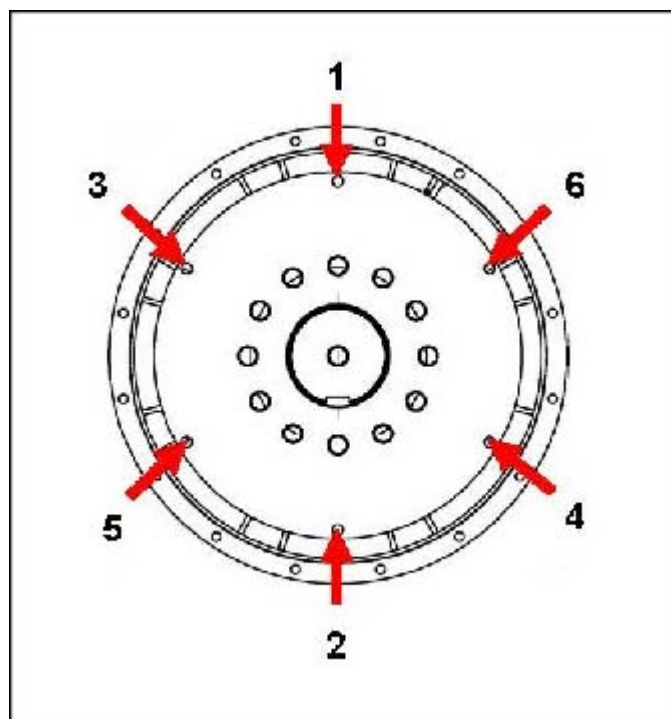

图 23. 飞轮固定顺序
10. 按照所示顺序拧紧螺栓以将耦合盘固定到飞轮上 图 23 在第 xx 页 38